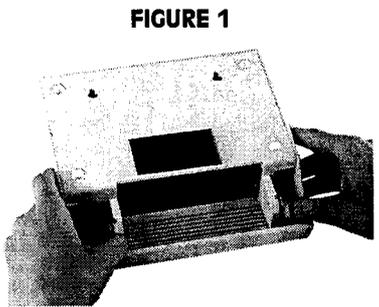

FIGURE 1
- A l'aide des ongles ou d'un petit tournevis, écarter les 2 pions de maintien du rouleau de papier. (Figure 1)